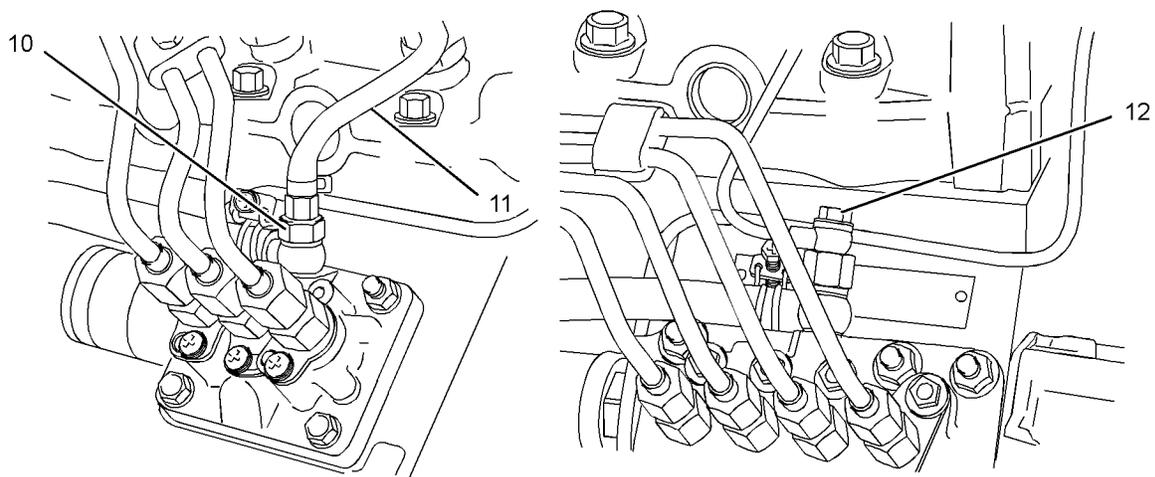

図 57
4. フュエルインジェクションポンプにある接続部(10または12)を緩めます。図57をご参照ください。
3. フュエルトランスファポンプ(9) を作動させます。ベントスクリュからエアの混入していない燃料が流れ出るようになったら、ベントスクリュを締め付けます。フュエルトランスファポンプを停止させます。
4. フュエルインジェクションポンプにある接続部(10または12) を緩めます。図57 をご参照ください。